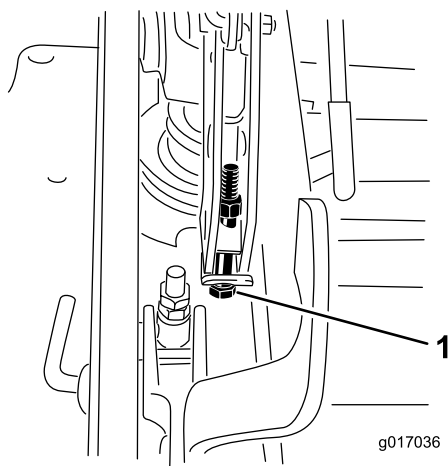

Figure 88
13. Si le tablier est trop bas, serrez le boulon de réglage monopoint dans le sens horaire. Si le tablier est trop haut, desserrez le boulon de réglage monopoint dans le sens antihoraire (Figure 88).